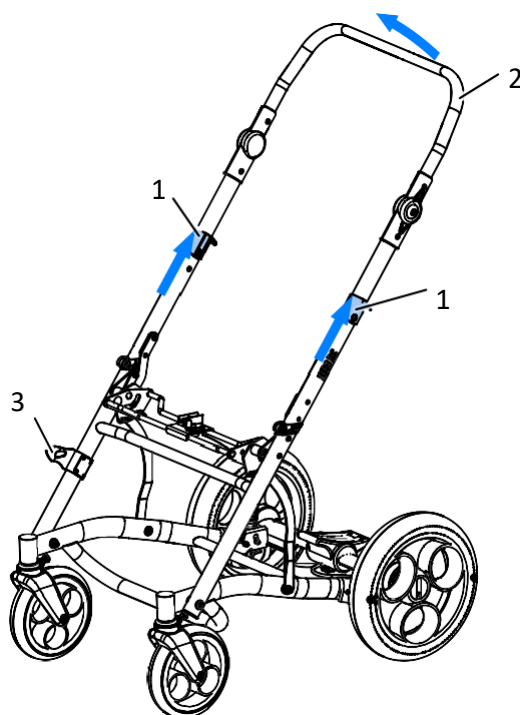

Fig. 9
Tirare le leve verso di sé (1) su entrambi i lati del maniglione del passeggino; quindi spingere il maniglione (2) del passeggino in avanti, piegando il telaio fino allo scattare del blocco (3) Fig. 9.